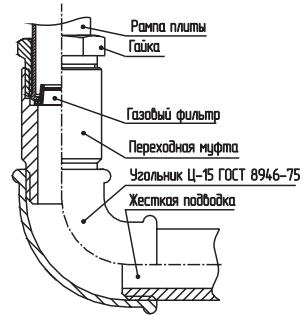

рис. 3
- Жесткое подсоединение к газовому стояку (рис. 3) производится с помощью переходной муфты (в комплект поставки не входит).